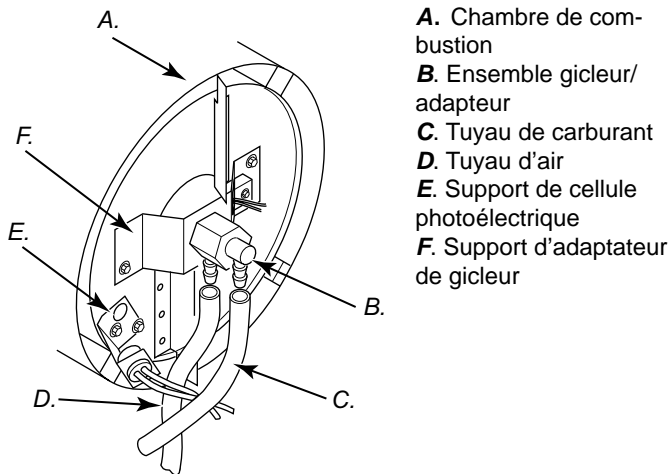
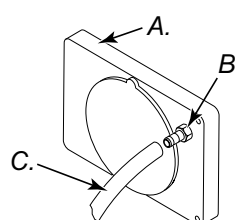

Figure 17 – Dépose des flexibles des conduites de combustible et d'air (modèles 10 et 20 kW).
Figure 22 – Flexible d'air au raccord à griffes.
14. Remettre la cellule photoélectrique dans son support. Voir figure 17, 18 ou 19.
3. Enlever les flexibles des conduites de combustible et d'air du gicleur (voir figure 17, 18 ou 19).
4. Vérifier que les flexibles des conduites de combustible et d'air ne sont ni fendillés ni troués. Si le flexible de combustible est endommagé, le débrancher de l'adaptateur de gicleur (voir figure 17, 18 ou 19) et du filtre à combustible (voir page 6). Si le flexible d'air est endommagé, le débrancher de l'adaptateur de gicleur (voir figure 17, 18 ou 19) et du raccord à griffes du couvercle d'extrémité de la pompe (voir figure 22).
5. Installer une conduite d'air et/ou de combustible neuve. Raccorder une extrémité du flexible d'air au raccord à griffes du couvercle d'extrémité de la pompe (voir figure 22) et l'autre à l'adaptateur de gicleur (voir figure 17, 18 ou 19). Raccorder une extrémité du flexible de combustible au filtre à combustible (voir page 6) et l'autre à l'adaptateur de gicleur (voir figure 17, 18 ou 19).